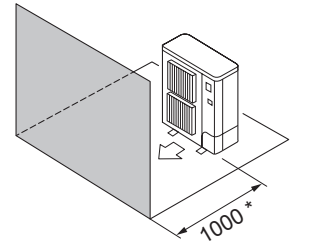

Fig. 2-10
- ④ Yalnızca öndeki engeller (Fig. 2-10)